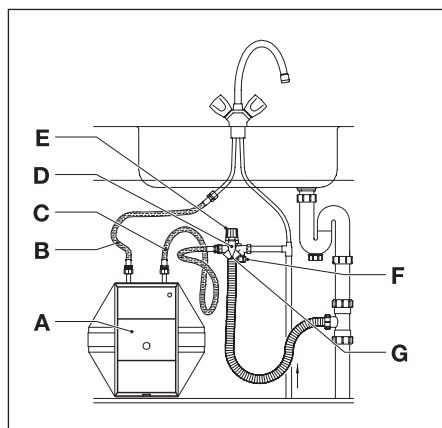

Fig. 2.1 Fonctionnement du système sous pression
Système sous pression (fig. 2.1)
- Fermez le robinet d'arrêt de la groupe de sécurité (fig. 2.1).
Contrôlez régulièrement que la valve de décharge (fig. 2.1) évacue sans problèmes l'eau d'expansion hors du chauffe-eau. Activez régulièrement la valve de décharge afin d'éviter la formation de tartre.